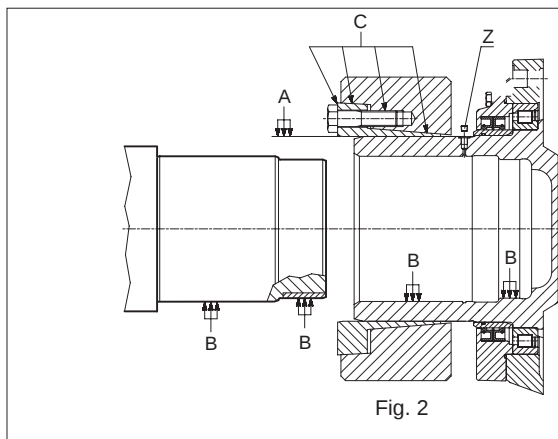
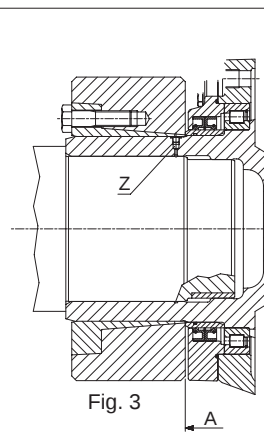

Fig. 2
Fig. 3
1) Pulire e sgrassare accuratamente l'albero e la sua sede (Fig.2 punti B). Per facilitare i successivi smontaggi, è consigliabile realizzare il centraggio piccolo dell'albero mediante una bronzina opportunamente lavorata (Fig. 3).
2) Lubrificare la sede del giunto (Fig.2 punto A). Quando è nuovo, non occorre smontare il giunto per ingrassarlo. Solo in caso di ripristino di un giunto usato, è consigliabile ingrassare le zone C.
3) Montare il giunto sul riduttore senza serrare le viti e lasciando lo spazio necessario a togliere il tappo (Fig.3 punto Z) che consente lo sfiato dell'aria durante l'accoppiamento del riduttore sull'albero della macchina.
1) Carefully clean and remove all grease from the shaft and its seat (Fig.2 points B). To facilitate subsequent disassembly, it is advisable to execute the small shaft centering by means of a suitably worked bushing (Fig.3).
2) Lubricate the joint seat (Fig.2 point A). When new, the joint does not have to be disassembled for greasing. Greasing of areas C is advisable only when reinstalling a used joint.
3) Fit the joint on the gear unit without tightening the screws and leave enough space for removing the cap (Fig.3 point Z) which allows air bleeding when fitting the gear unit on the machine shaft.
1) Die Welle und ihre Aufnahme sorgfältig reinigen und entfetten (Abb.2, Punkt B). Um den späteren Ausbau zu erleichtern, sollte die Welle mittels eines passend bearbeiteten Gleitlagers zentriert werden (Abb. 3).
3) Die Kupplung auf das Getriebe montieren, ohne die Schrauben festzuziehen, und genug Freiraum lassen, um den Stopfen (Abb.3, Punkt Z) entfernen zu können, der während des Aufsetzens des Getriebes auf die Welle das Entlüften ermöglicht.
- 1) Nettoyer et dégraisser parfaitement l'arbre et son logement (Fig.2 points B). Pour faciliter les démontages suivants, il est préférable de réaliser le centrage petit de l'arbre en utilisant une douille convenablement usinée (Fig. 3).
- 2) Lubrifier le logement de l'accouplement (Fig.2 point A). En cas de joint neuf, celui-ci ne doit pas être démonté pour son graissage. En cas d'ancien joint, il est préférable de graisser les zones C.
- 3) Monter l'accouplement sur le réducteur sans serrer les vis et en laissant l'espace nécessaire à ôter le bouchon (Fig.3 point Z) qui permet la purge de l'air pendant l'accouplement du réducteur sur l'arbre de la machine entraînée.
- 1) Limpiar y desengrasar a fondo el eje y su asiento (Fig. 2, B). Para facilitar los desmontajes se recomienda hacer el centrado pequeño del eje con una arandela mecanizada (Fig. 3).
- 2) Lubricar el asiento del empalme (Fig.2, A). Si el empalme es nuevo no es preciso desmontarlo para engrasarlo. Solamente si se reutiliza un empalme usado hay que engrasar las zonas C.
- 3) Montar el empalme en el reductor sin apretar los tornillos y dejando libre el tapón "Z" (Fig. 3). Por este tapón sale el aire durante el acoplamiento del reductor con el eje.
- 1) Limpar e desengravar cuidadosamente o eixo e a sua sede (Fig. 2 item B). Para facilitar as desmontagens sucessivas, é aconselhável realizar a centragem pequena do eixo por meio de uma bronzina usinada de maneira adequada (Fig. 3).
- 2) Lubrificar a sede da junta de vedação (Fig. 2 item A). Quando for novo, não será necessário desmontar a junta para engraxá-la. Somente em caso de recuperação de uma junta usada será aconselhável engraxar as áreas C.
- 3) Montar a junta no reductor sem apertar os parafusos e deixando o espaço necessário para remover o bujão (Fig. 3 item Z) que permite a saída do ar durante o acoplamento do reductor no eixo da máquina.
- 5) Rimettere il tappo (Fig.2 punto Z) per proteggere l'accoppiamento dalla formazione di ossidazioni e arretrare il giunto nella posizione finale (Fig.3 punto A) prima di iniziare a serrare le viti.
- 5) Refit the cap (Fig.2 point Z) to protect the coupling from oxidation and move the joint in the final position (Fig.3 point A) before tightening the screws.
- 5) Den Stopfen (Abb.2, Punkt Z) zum Schutz gegen Oxidation wieder einsetzen und die Kupplung vor dem Festziehen der Schrauben bis in die endgültige Position zurückschieben (Abb.3, Punkt A).
5) Remettre en place le bouchon (Fig.2 point Z) pour protéger l'accouplement de la formation d'oxydation et reculer le joint dans la position finale (Fig.3 point A) avant de commencer le serrage des vis.
5) Colocar el tapón (Fig.2, Z) para proteger al empalme contra la oxidación. Hacerlo retroceder hasta la posición final (Fig.3, A) antes de comenzar a apretar los tornillos.
5) Recolocar o bujão (Fig. 2 item Z) para proteger o acoplamento contra a formação de oxidações e colocar a junta na posição final (Fig. 3 item A) antes de iniciar o aperto dos parafusos.
4) Se lo smontaggio del riduttore avviene dopo diverso tempo dalla messa in funzione, bisogna rimuovere il giunto dal mozzo, separare gli anelli conici e togliere eventuali residui di sporco o ruggine da tutte le superfici interessate al calettamento. Prima di installare nuovamente l'unità di bloccaggio, pulirla accuratamente e ripristinare la lubrificazione come indicato nella fig. 2 (punti C).
4) If the gear unit is disassembled some time after start-up, it is necessary to remove the joint from the hub, separate the tapered rings and clean any residuals of dirt or rust from all the surfaces relative to fitting. Before refitting the clamping unit, carefully clean it and lubricate as shown in fig. 2 (points C).
4) Erfolgt der Ausbau des Getriebes sehr lange nach der Inbetriebnahme, müssen die Kupplung von der Nabe abgezogen und die Kegelringen getrennt werden; anschließend sorgfältig die Oberflächen der drehfesten Verbindung reinigen und eventuellen Schmutz, Rost usw. entfernen. Vor dem Wiedereinbau der Verkeilung dieselbe sorgfältig reinigen und schmieren, wie in der Abbildung 2 (Punkt C) gezeigt wird.